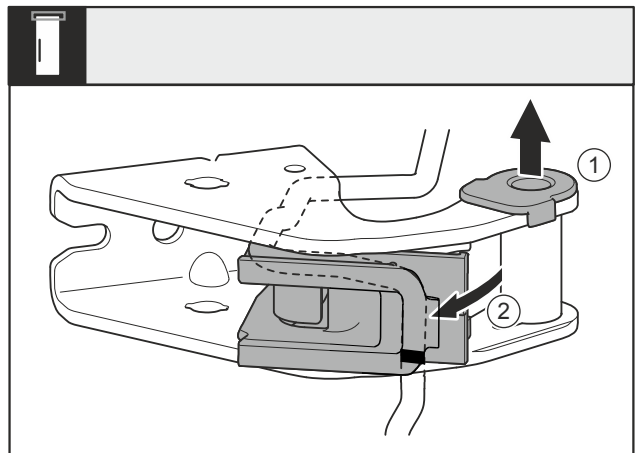

Fig. 30
- Lagerbuchse *Fig. 30 (1)* aus Führung ziehen.
- Kabelhalterung *Fig. 30 (2)* ausschwenken.